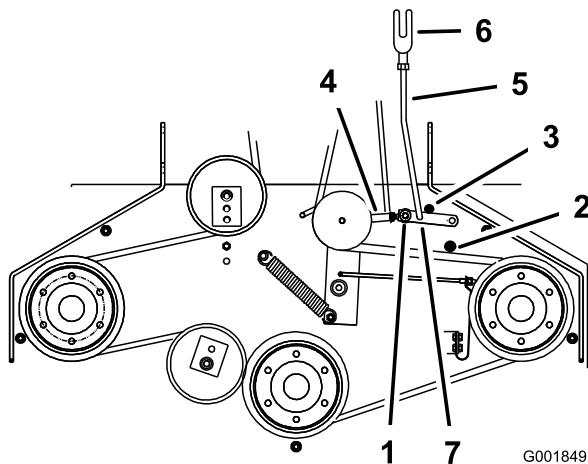

Figura 58
5. Asegúrese de que el brazo está en contacto con el tope trasero del brazo de la plataforma (Figura 58).
7. El brazo debe entrar en contacto con el tope delantero del brazo de la plataforma. Si no lo hace, la palanca acodada debe acercarse más al refuerzo (Figura 58).
8. Para ajustar el acoplamiento del brazo, retire el pasador de horquilla del brazo (Figura 58).
11. Instale el acoplamiento en el brazo y sujetelo con el pasador de horquilla (Figura 58).